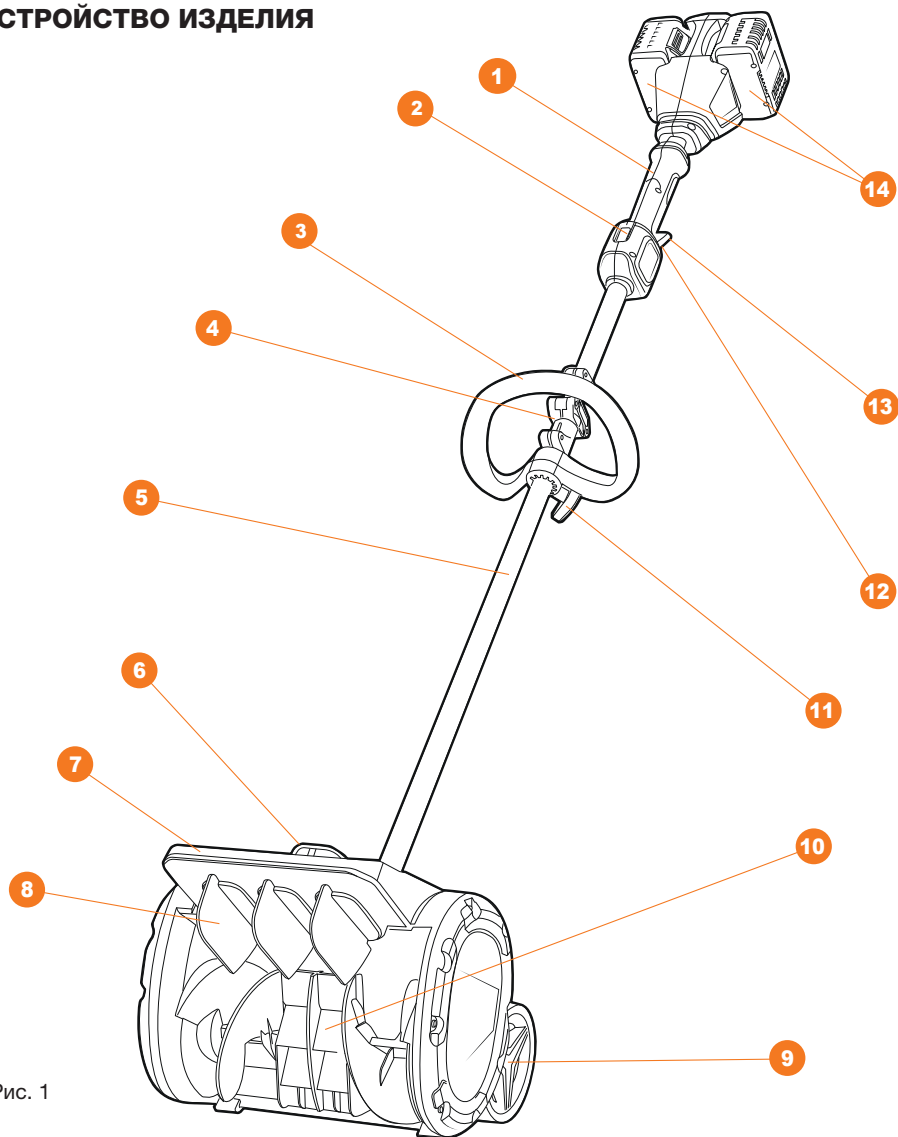

Рис. 1
- Отрегулируйте направление выброса снега изменив положение регулятора **6** (Рис. 1).
- Возьмите устройство двумя руками за основную **1** и вспомогательную **3** рукоятки таким образом, чтобы шнек **10** устройства был направлен от оператора (Рис. 1).
- Зажмите кнопку блокировки включения **12** и затем нажмите кнопку запуска двигателя **13**. После старта двигателя кнопку блокировки **12** можно отпустить (Рис. 1).
- Для изменения скорости используйте регулятор скорости **2** (Рис. 1).
- Удерживайте кнопку запуска двигателя **13** на протяжении всей уборки территории от снега (Рис. 1).
- Для остановки двигателя отпустите кнопку **13** (Рис. 1).
- Дождитесь полной остановки шнека **10**, прежде чем закончить работу (Рис. 1).